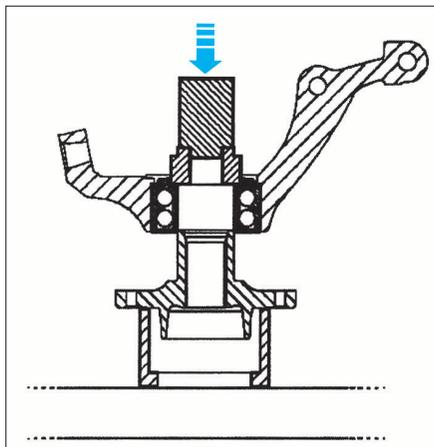

FIG. 15
- engager le pivot sur le moyeu en prenant appui sur la bague intérieure avec un mandrin de 60 mm de diamètre extérieur (Fig.15).